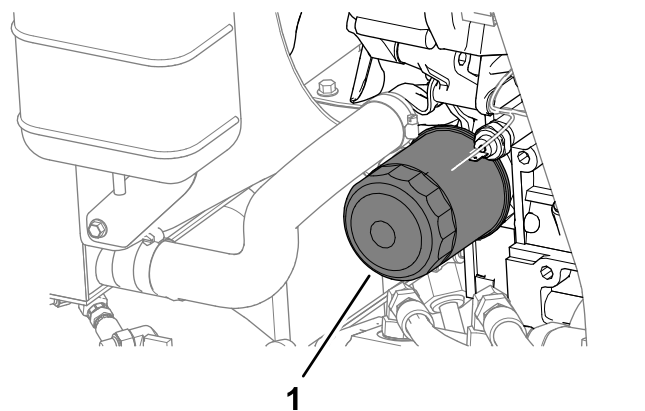

Figura 66
4. Togliete il filtro dell'olio (Figura 66).